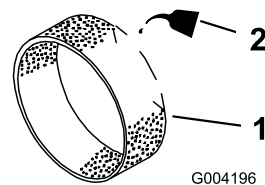

Figura 156
3. Ponga de 3 a 6 cl de aceite en el prefiltro (Figura 156).